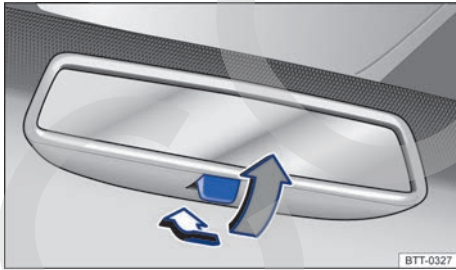

Fig. 97 En el parabrisas: retrovisor interior antideslumbrante manual.
- Para oscurecer el retrovisor, tire de la palanca hacia atrás → fig. 97.